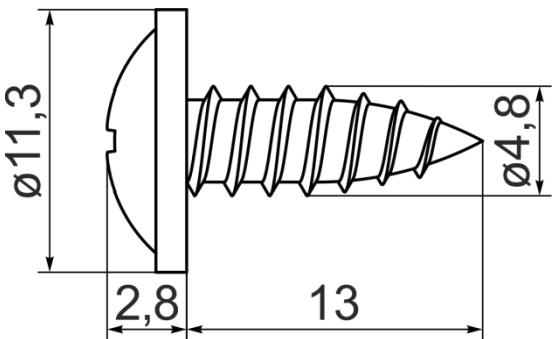

Рис.4
6.5 Кріпіти витяжку до шкафчика рекомендовано використовувати 4 саморізи 4,8x13 DIN968 з середини витяжки (саморізи в комплект постачання не входять) (рис.4 / 4.1 / 4.2).